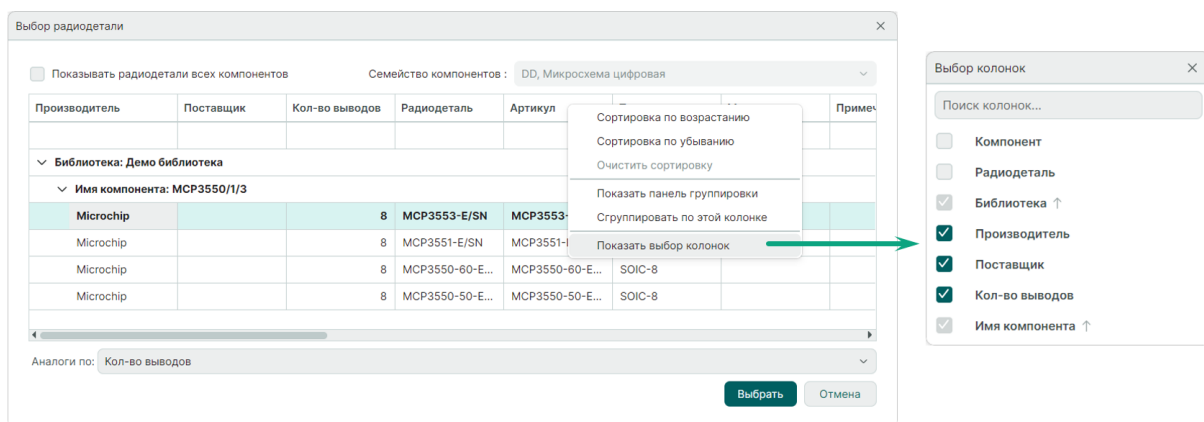

Рис. 100 Выбор отображаемых колонок
2. Выбор столбцов для отображения осуществляется в окне «Выбор колонок». Для этого вызовите контекстное меню на заголовке колонки и выберите команду «Показать выбор колонок». Для включения/отключения отображения колонок в окне «Выбор колонок» установите/снимите флаг напротив наименования нужного столбца, см. Рис. 100.